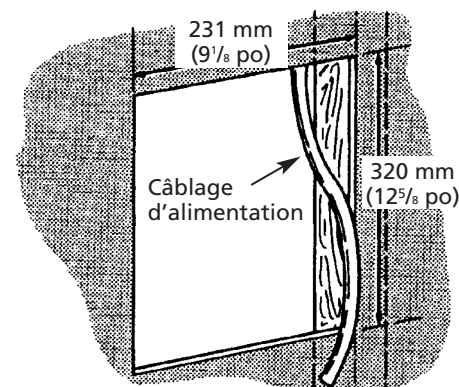

Figure 3
2. Marquer avec soin et découper un trou de 231 mm de largeur par 320 mm de hauteur (91/8 po x 125/8 po) dans le mur ou le plafond, avec un côté du trou adjacent au montant mural ou à la solive de plafond (voir la Figure 3).